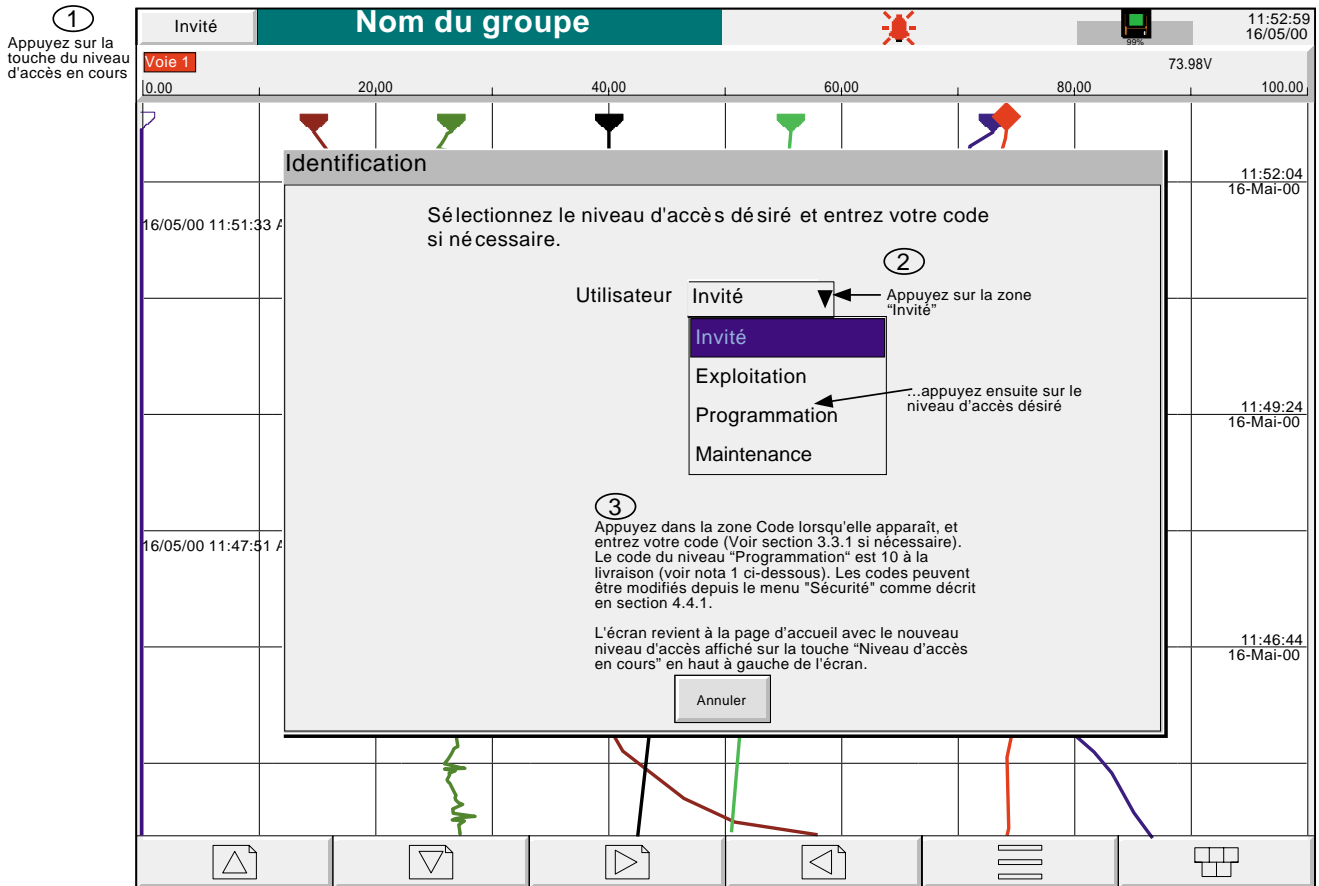

Figure 3.3.1a Accès à la configuration
- 1 Dès que l'initialisation de l'enregistreur est terminée, toucher le bouton contenant le niveau d'accès en cours (figure 3.3.1a).
2. La figure 3.3.1a montre la liste d'identification par utilisateur qui est la méthode par défaut. Si le pack traçabilité et/ou l'option de gestion de la sécurité est présente, vous pouvez également utiliser la procédure d'identification par identifiant de l'utilisateur. Voir les détails à la section 4.4.2 (Gestion).